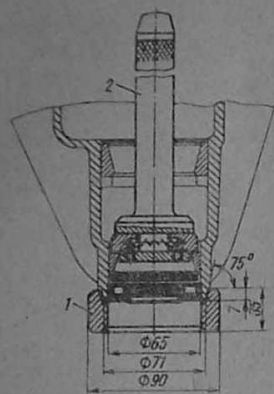

Рис. 92. Выпрессовка наружного кольца переднего подшипника ведущей шестерни
4. Установить картер редуктора на специальную подставку 1 (рис. 92) горловиной вниз и с помощью оправки 2 выпрессовать наружное кольцо переднего подшипника одновременно с маслоотражательной шайбой и сальником ведущей шестерни.